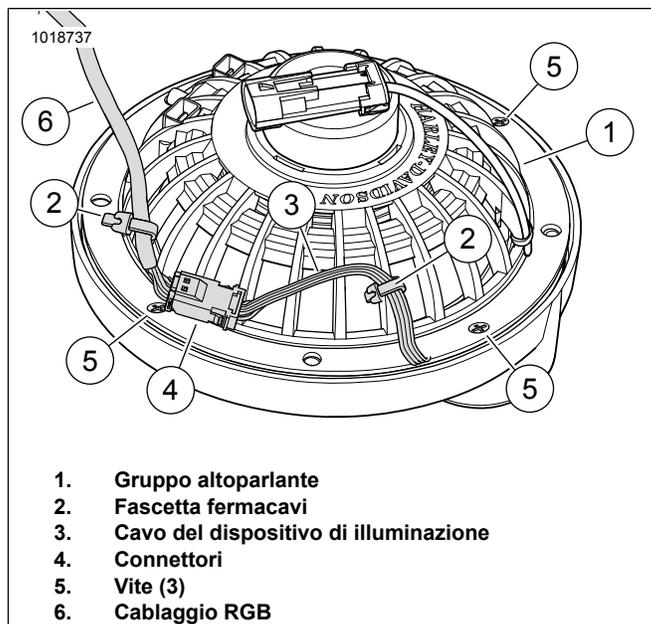

Figura 27. Retro dell'altoparlante, cavo e fascetta fermacavi
a. Vedere la figura 27. Unire i connettori (4) dal dispositivo di illuminazione (3) al cablaggio RGB (6).
b. Disporre il filo del dispositivo di illuminazione (3) lungo la parte posteriore dell'altoparlante (1) come mostrato. Per stabilizzare i connettori (4), fissare il cavo del dispositivo di illuminazione (3) e il cavo RGB (6) con fascette fermacavi (2) come mostrato.
d. Installare la griglia e le viti (5) per l'altoparlante.